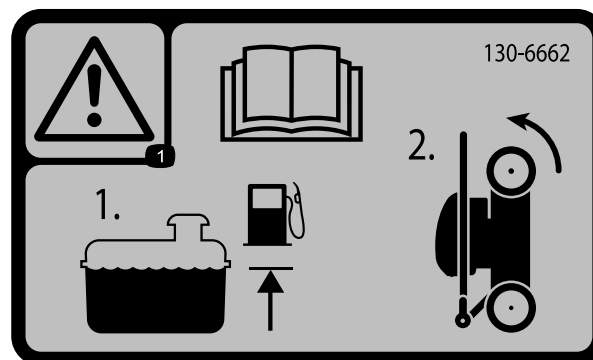

Figura 18
1. Asegúrese de que el nivel de gasolina del depósito de combustible no sobrepasa lo recomendado por el fabricante del motor; consulte la pegatina del fabricante del motor, situada en el motor (Figura 18).